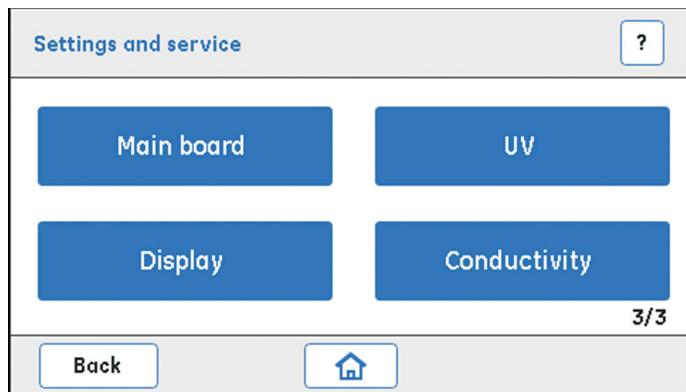

图 8. ÄKTA start 有多种设置和服务选项，可从显示屏轻松访问。帮助按钮 [?] 为当前活动页面提供指导
a) **快速启动 (Quick start):** “即开即用”的方法模板可基于亲和层析 (AC)、离子交换层析 (IEX)、凝胶过滤 (GF) 和脱盐 (DS) 技术纯化常规蛋白。表 1 中提供了应用示例。方法内已经对层析柱体积、流速、平衡、洗脱模式和收集体积等运行参数进行了预设。用户只需输入进样体积，并确保系统连接了 U 盘即可。使用快速启动方法时，样品通过泵来进样。
4) 设置和服务 (Settings and Service): 用于配置、校准、故障排除以及诊断 ÄKTA start 的各个组件 (图 8)。对于列出的部件，可以使用重要的诊断测试、校准设置和自维护程序。